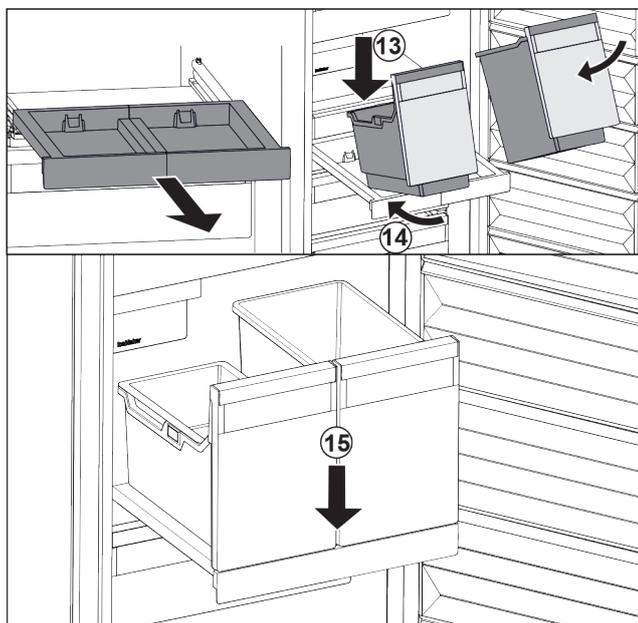

Fig. 105
- ▶ Stavite spremnik ukoso na izvlačnu ploču. Fig. 105 (13)
- ▶ Gurnite spremnik ukoso prema natrag. Fig. 105 (14)
- ▶ Spustite spremnik naprijed. Fig. 105 (15)